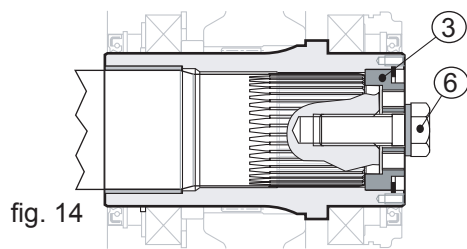

fig. 14
Desenroscar la tuerca de la barra roscada (pos. 4) y quitar dicha barra de su alojamiento. Sustituir la barra (pos. 4) con el tornillo (pos. 6) y apretarlo hasta el tope con el par indicado en la correspondiente tabla del apartado 9.1; aplicar un sellador medio teniendo en cuenta que Piv Posiplan aconseja LOCTITE 601 (véase fig. 14).